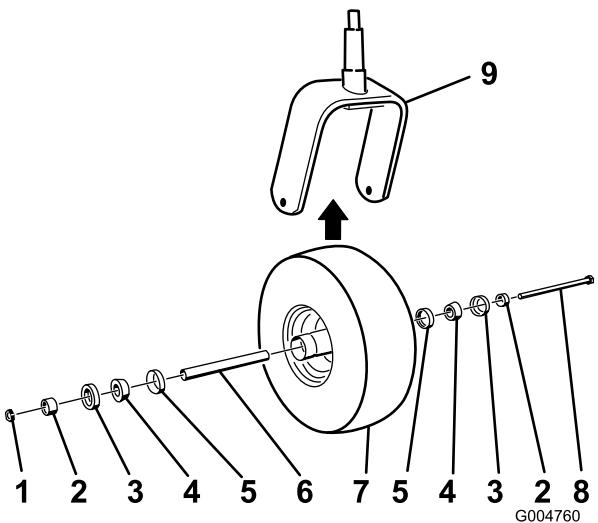

Figura 54
2. Retire la contratuerca del perno que sujetá el conjunto de la rueda giratoria en la horquilla (Figura 54).
5. Ensamble la rueda giratoria presionando los cojinetes cónicos y las juntas, llenos de grasa, sobre el cubo de la rueda, según se muestra en Figura 54.